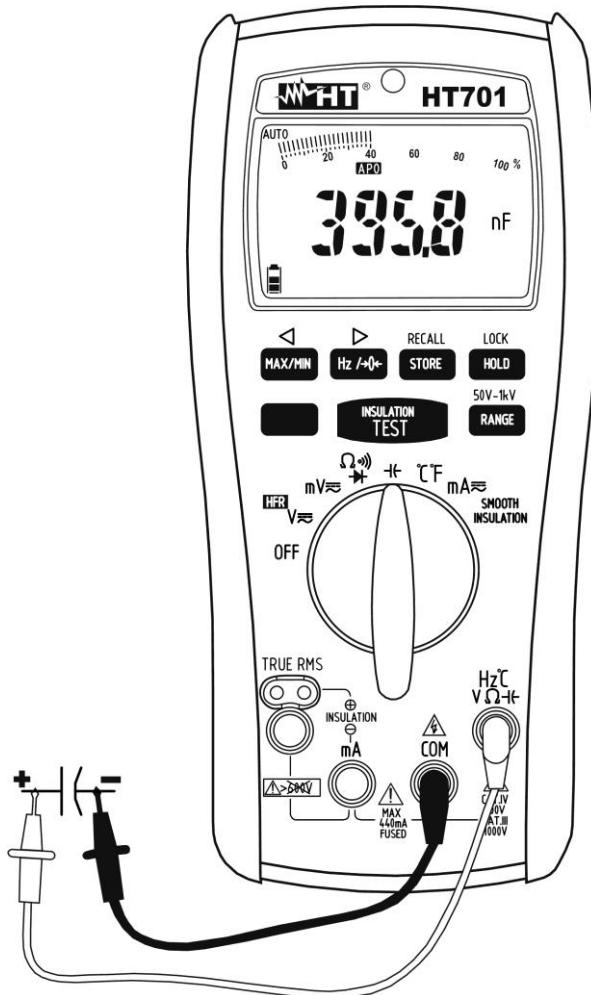

Fig. 8 : Utilisation de l'instrument pour mesure de capacité
4. Insérer le câble rouge dans l'entrée du jack **Hz°CVΩ-C-F** et le câble noir dans l'entrée du jack **COM** (voir la Fig. 8).